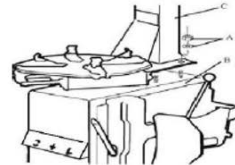

Fig 3
3. Schrauben Sie die Mutter A vom Maschinengehäuse B ab, wie in Abbildung 3 gezeigt.